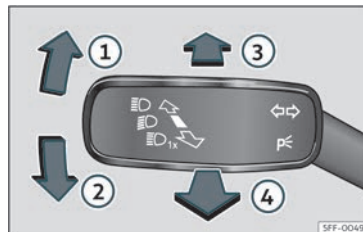

Fig. 95 Palanca dels intermitents i de llum de carretera (segons les versions).
- Des de la posició base, premeu cap endavant la palanca dels intermitents i llum de carretera »» **fig. 95** . Quan es mostri l'indicador  a la pantalla del quadre d'instruments, l'assistent del llum de carretera estarà connectat.
- **O BÉ:** amb el llum de carretera connectat, estireu cap enrere la palanca dels intermitents i del llum de carretera »» **fig. 95** .